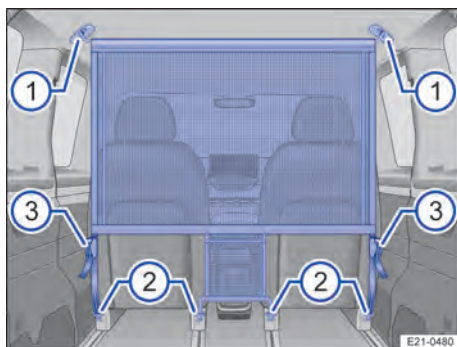

Fig. 134 Atrás dos bancos dianteiros: rede divisória instalada.
1. Certificar-se de que os sensores apontem para trás → Fig. 134 (3).
2. Prender a rede divisória na parte superior dos lados esquerdo e direito → Fig. 134 (1).
4. Encaixar os suportes na armação do banco nos lados esquerdo e direito, respectivamente → Fig. 134 (2). Certificar-se de que a rede divisória esteja instalada verticalmente.